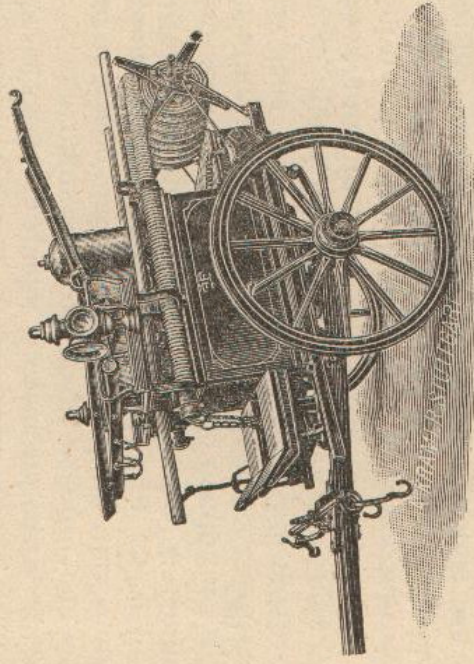
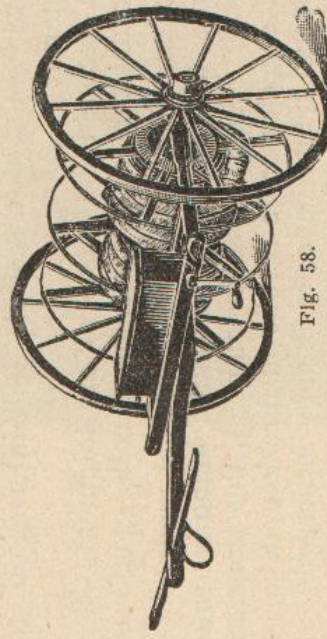

Fig. 57.
Fig. 58.
*Trasporto e posa dei tubi di mandata.* — Per facilitare il trasporto e la posa delle tuberie si usano i *naspi fissi* sul carro pompa o attrezzi fig. 57, i *carri naspo* che generalmente si rimorchiano coll'uno o coll'altro, fig. 58, i *naspi a mano* che vengono trasportati sostenuti da appositi supporti sulla pompa o sul carro attrezzi, ed i *rotoli*.